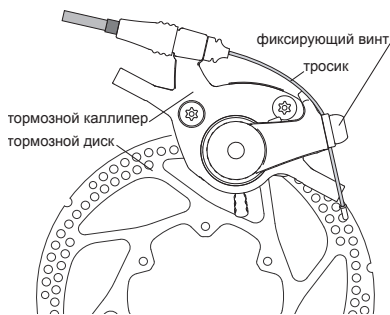

рис. 30
4. отрегулируйте и зафиксируйте тормозной трос таким образом, чтобы при нажатии на тормозную ручку она не доставала до руля 2-3 см. (5-8 н/м) (рис. 30), при необходимости используйте регулировочный винт на тормозной ручке (рис. 31);